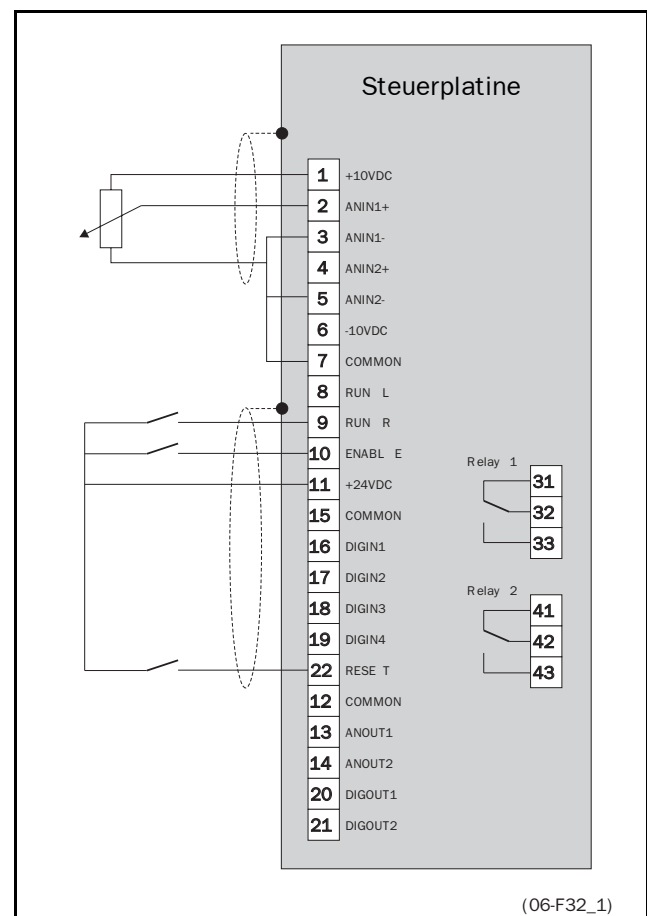

Abb. 2 Minimalbeschaltung.
- Damit der Motor dreht, sind ein Sollwert und ein Start-Befehl notwendig, siehe auch Abb. 2.
Abb. 2 zeigt die zum Starten minimal notwendige Beschaltung mit AnIn1 als normalem (nichtdifferentielltem) Eingang mit einem 2 kOhm-Potentiometer. Der Freigabe-Eingang muss gleichzeitig mit RunR oder RunL aktiv sein. Als Voreinstellung kommt der Sollwert vom Potentiometer.